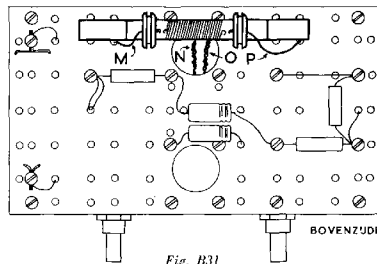
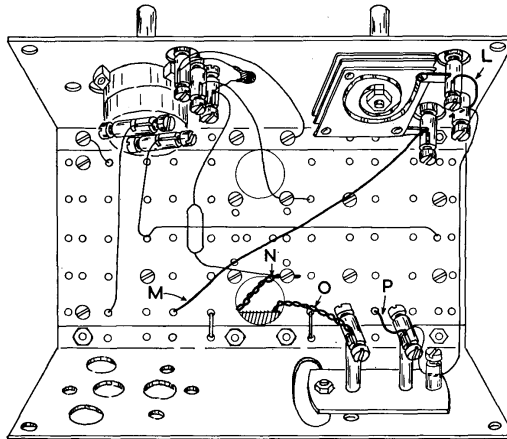
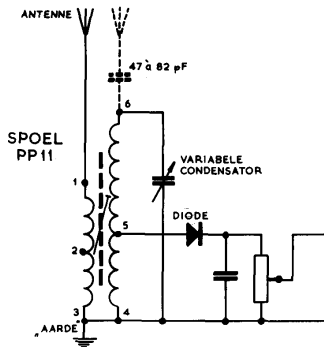
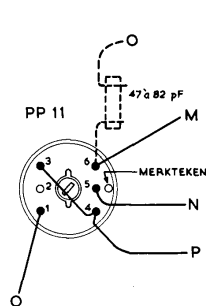

Fig. B31
Fig. B32
Fig. 20
Fig. 21
23. Nu kunnen we de spoel aansluiten. Steek daartoe de aansluitdraden, die in fig. B31 en B32 zijn gemerkt met de letters M, N, O en P door gaten in de bruine isolatieplaat en zet ze vast in de klemmen zoals fig. B32 aangeeft. Desgewenst kan draad P wat worden ingekort (denk aan het verwijderen van de bruine isolatie!).
Het prinsipeschema van de „Pionier II” met de Philips universeelspoel PP 11 is in fig. 20 getekend. De cijfers bij de spoel komen overeen met de cijfers, die in fig. 21 bij de aansluitlippen van de spoel zijn gezet. Het merkteken bestaat uit een gaatje, dat aan één zijde in het bruine isolatieplaatje aan de onderzijde van de spoel is aangebracht. De letters die bij de draden aan de aansluitlippen zijn aangegeven, komen overeen met de letters die in bouwtekening fig. B32 zijn gebruikt. Zoals in fig. 21 is getekend, kan de antenne òf direct aan lip 1 van de spoel worden aangesloten, òf via een condensator van 47 à 82 pF aan lip 6.